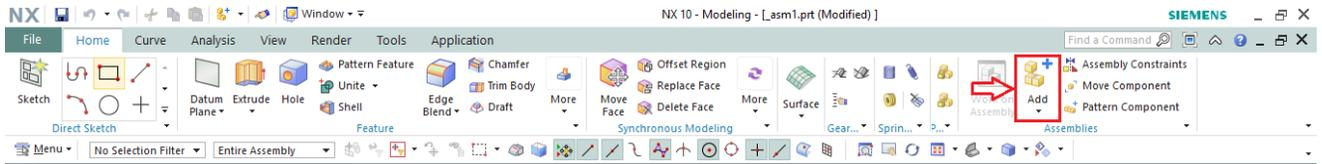

Figura 1.2 Agregar pieza.
- En la *ribbon bar*, seleccionar **Add** (Figura 1.2).